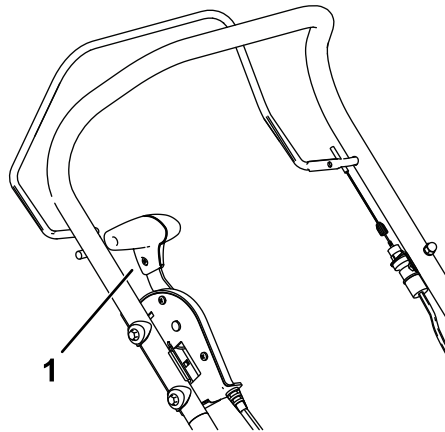

Figura 10
2. Mueva la palanca de transporte totalmente hacia atrás (hacia usted) a la posición de transporte (Figura 10).
5. Mueva la palanca de transporte totalmente hacia atrás (hacia usted) a la posición de transporte (Figura 10).
Para apagar el motor, suelte la barra de control de las cuchillas y mueva la palanca de transporte hacia atrás del todo, hacia usted, a la posición de transporte (Figura 10).